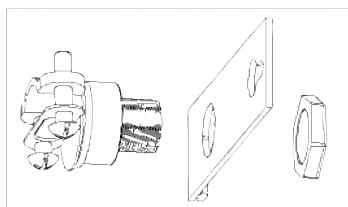

Figure 4
4. Using romex strain relief bushing, leave screws loose to accommodate installation of romex. Insert thread portion of connector into Access plate hole and secure with Hex nut unit tight. Note: Position connector with screw heads on connector facing downward when installed on fixture. See Fig 4.
1. Ouvrir le cache du passe-fils. Appuyer délicatement vers l'intérieur pour le dégager de l'incision sur le boîtier. Voir la Figure 4.
Placer un tournevis sur le bord du cercle (à l'opposé des languettes de retenue) et frapper d'un léger coup de marteau. Saisir le bord de la débouchure à l'aide de pinces et replier en va et vient jusqu'à ce que dégagée. Voir la Figure 4.